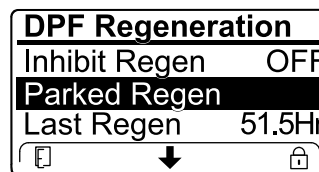

Figure 62
- Si le calculateur moteur demande une régénération d'urgence ou est en train d'en exécuter une, et que vous naviguez jusqu'à l'option PARKED REGEN, la régénération en stationnement se bloque et l'icône de blocage (Figure 62) apparaît en bas à droite de l'InfoCenter.